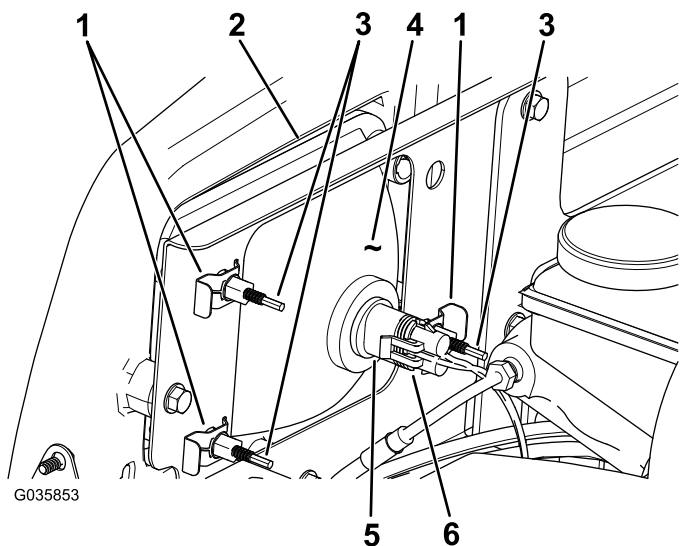

Figura 53
8. Ligue o conector elétrico para a cablagem ao conector do conjunto da lâmpada (Figura 53).
3. Desligue o conector elétrico para a cablagem do conector do conjunto da lâmpada (Figura 53).
4. Retire os cliques rápidos que fixam o farol ao respetivo suporte (Figura 53).
5. Retire o conjunto do farol movendo-o para a frente através da abertura no pára-choques dianteiro (Figura 53).
6. Instale o novo farol através da abertura no pára-choques (Figura 53).
2. Na parte traseira do conjunto de faróis, rode os parafusos de ajuste (Figura 53) para inclinar o conjunto dos faróis e alinhar a posição do feixe.